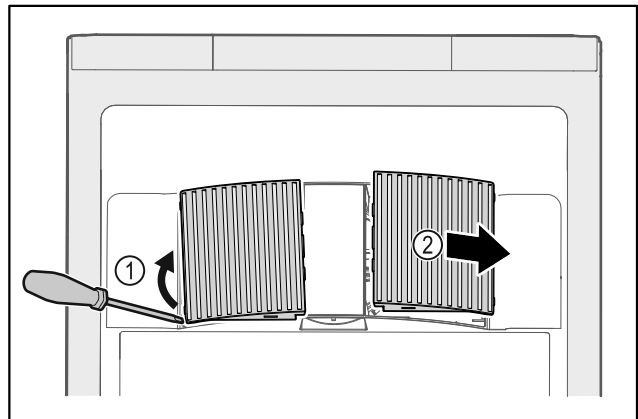

Fig. 47
- ▶ Óvatosan feszegesse le a ventilátor burkolatait oldalról Fig. 47 (1), és emelje le őket előrefelé Fig. 47 (2).